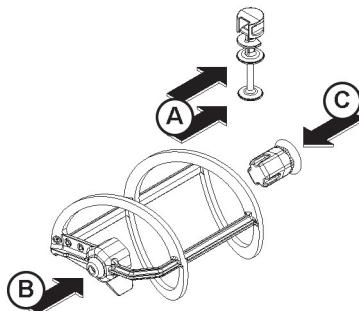

figura 17
- 2** Lubrificare il pistone rubinetto, il raschiatore esterno e il giunto esagonale (nei punti A, B e C indicati in figura 17) utilizzando esclusivamente il grasso fornito dal fabbricante o altro grasso per